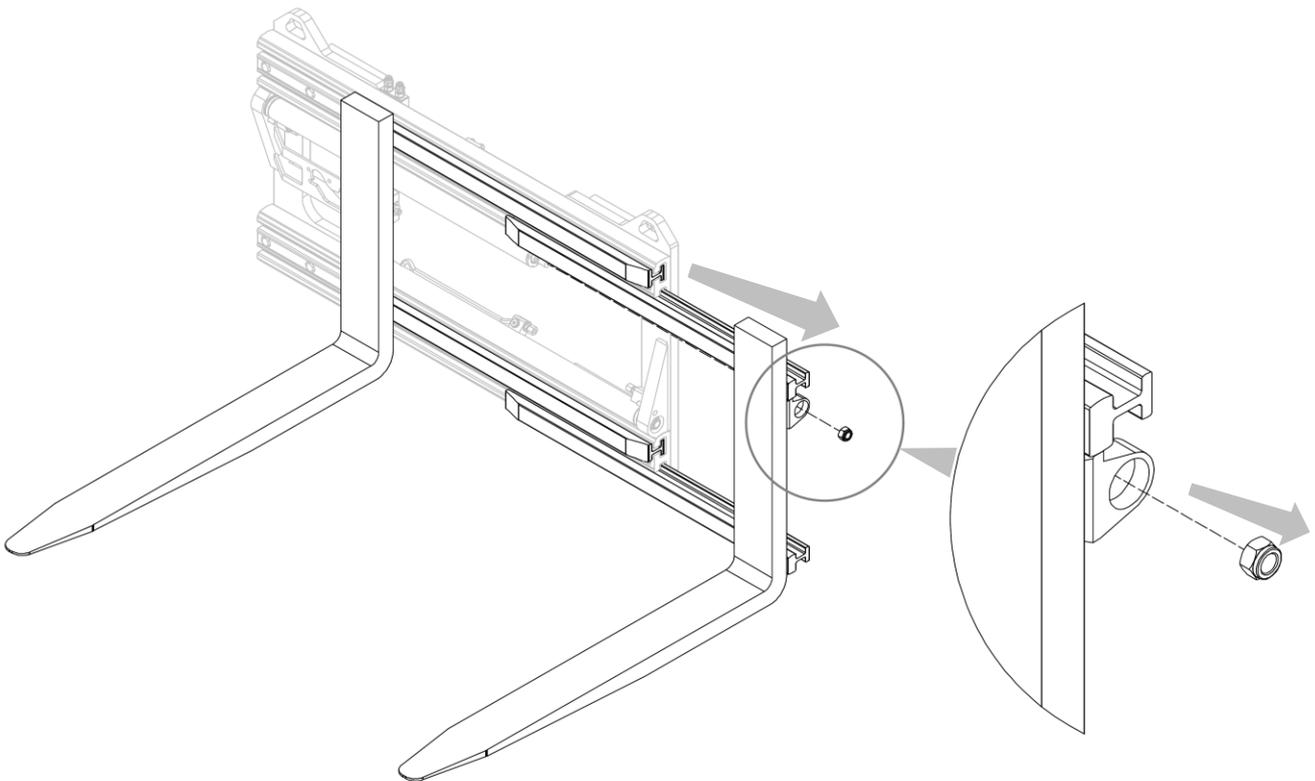

Abbildung 22
2. Entfernen Sie die Gabelzinken mit angeschweißten Gleitprofilen, nachdem Sie die entsprechenden Muttern zur Befestigung an den Zylindern abgeschraubt haben (siehe *Abbildung 22*).